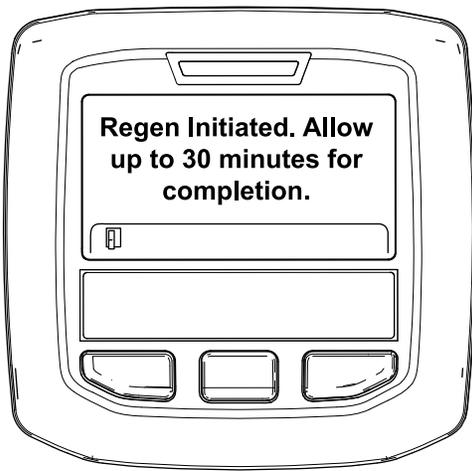

Bild 40
- Wenn die Regenerierung zugelassen wird, wird die Meldung „Regen. Initiated. Allow up to 30 minutes for completion“ im InfoCenter angezeigt. Warten Sie, bis die Maschine die geparkte Regenerierung abgeschlossen hat (Bild 40).